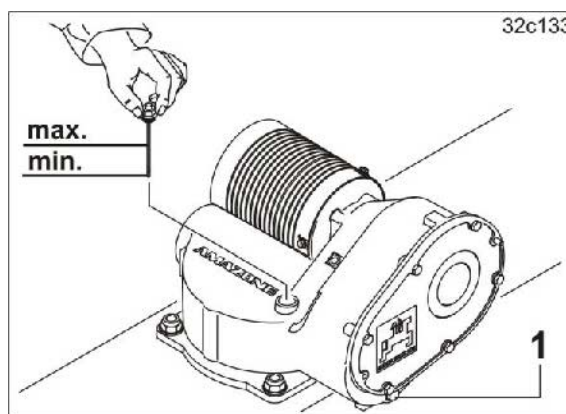

Fig. 179
2. Skru olieaftapningsskruen (Fig. 179/1) ud.